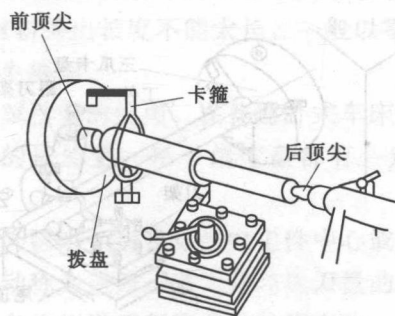

图 1-11 两顶尖配合拨盘装夹
1) 两顶尖配合拨盘装夹工件。对于长度较长的工件，可先车平两端面，用中心钻钻出中心孔，然后将前顶尖和拨盘安装在主轴上，后顶尖安装在尾座上，再将工件的一端装上卡箍。把工件安装于前后顶针之间，用拨盘和卡箍来带动工件旋转，如图 1-11 所示。